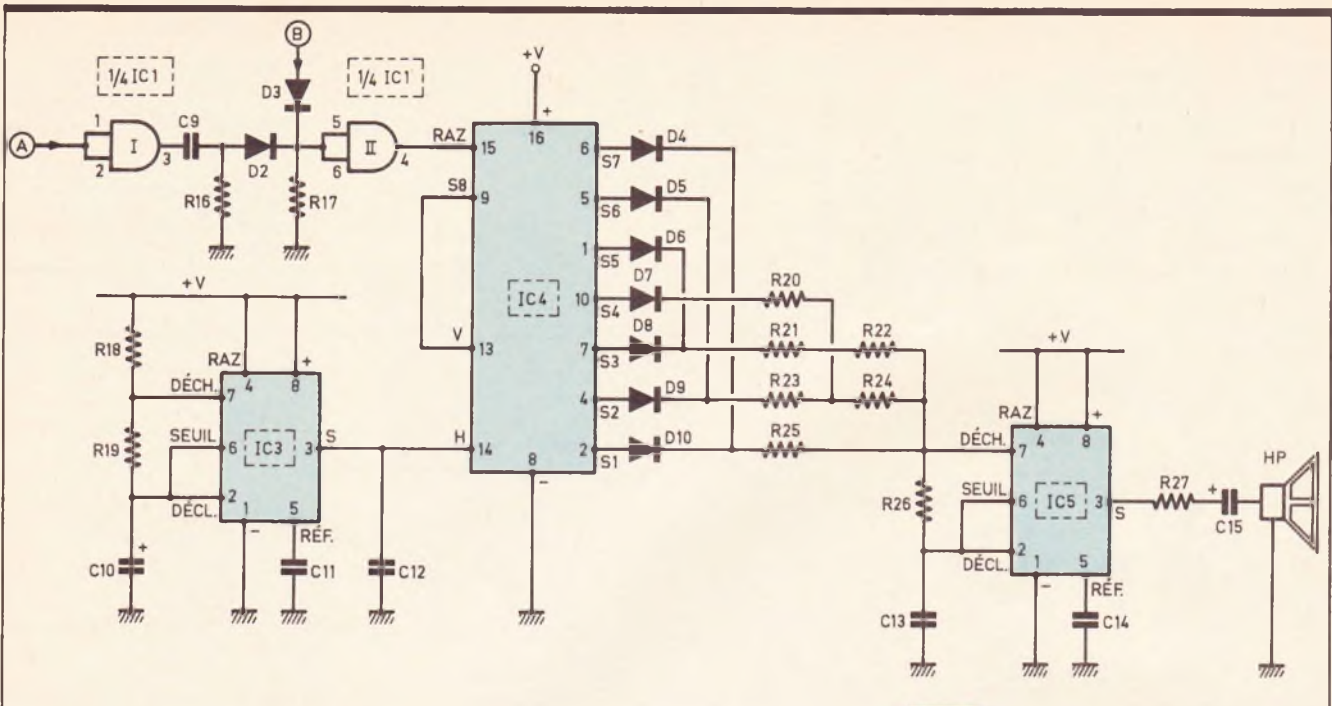

Fig. 3 Séquence musicale de sonorisation.
e) Séquenceur de sonorisation (fig. 3)
#### f) Génération des notes musicales (fig. 3)